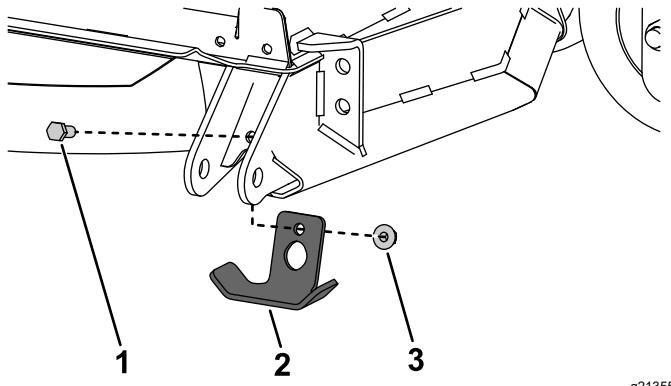

Figura 9
2. Remova os fixadores que fixam a placa do patim existente à unidade de corte (Figura 9).